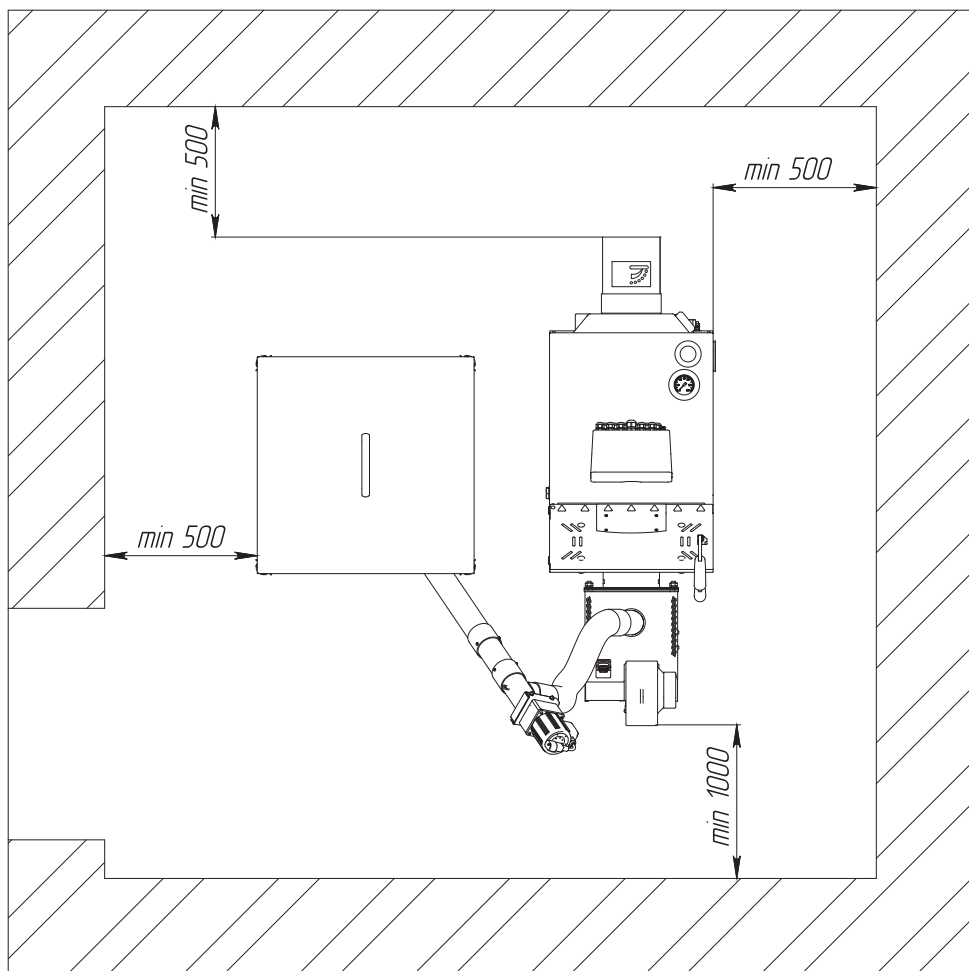

Рис. 7 Расположение котельной установки в помещении
- Расположение котельной установки в помещении с учетом необходимого для обслуживания пространства (см. **Рис. 7**);